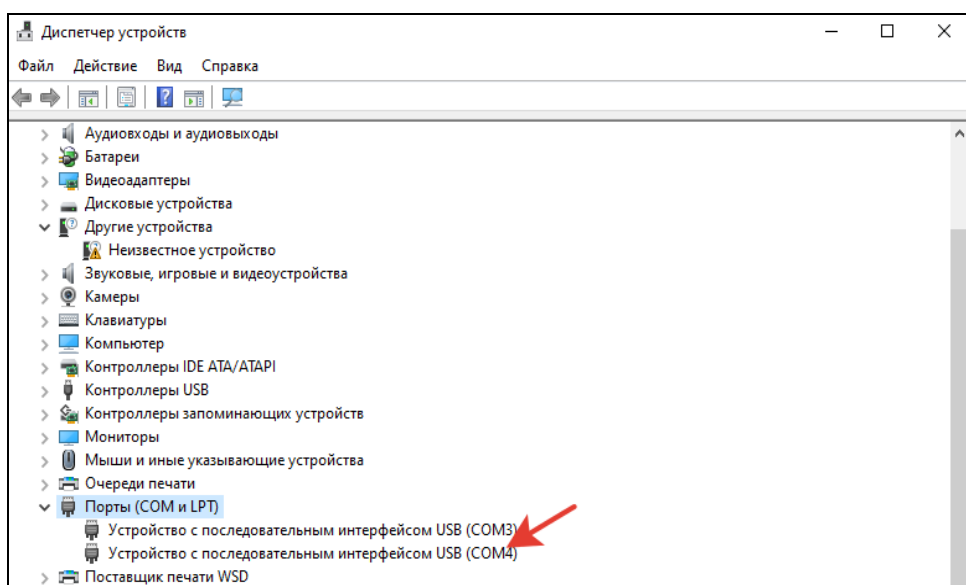

Рис. 1. Скриншот окна «Диспетчер устройств»
После установки драйвера в диспетчере устройств Windows подключенный АИУ(02) определится в виде виртуального СОМ-порта (см. рисунок 1), а АИУ(01) - двумя виртуальными СОМ-портами: младший для работы в качестве преобразователя, старший - для работы со считывателями электронных ключей (при конфигурировании приборов не используется).